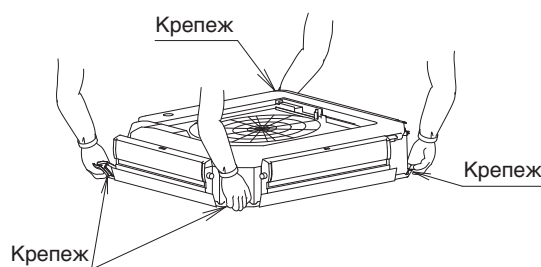

Рис. 9
- Во время переноски внутреннего блока, удерживайте его за висящую металлическую фурнитуру. (См. Рис. 9)